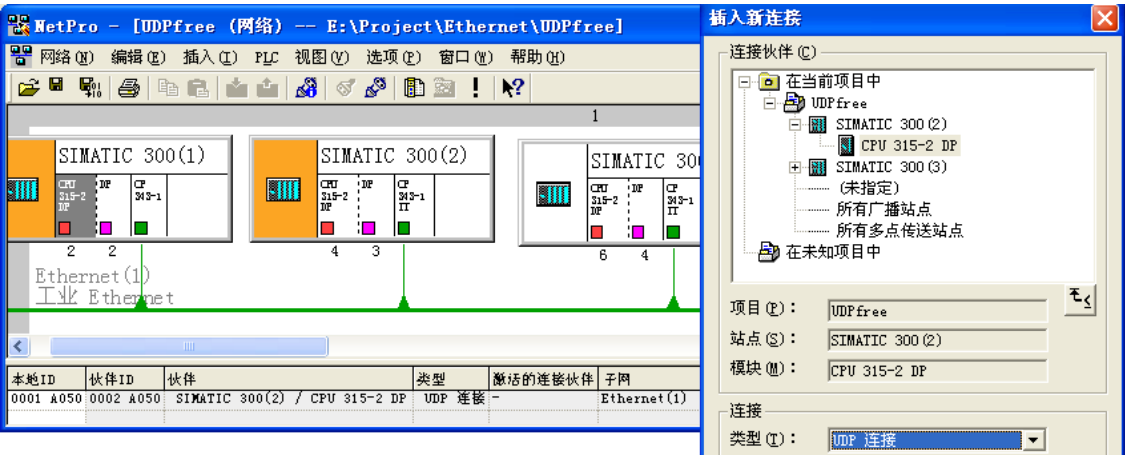
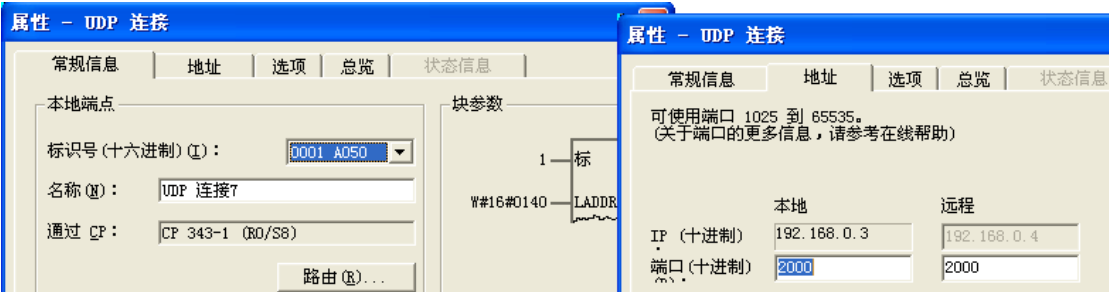
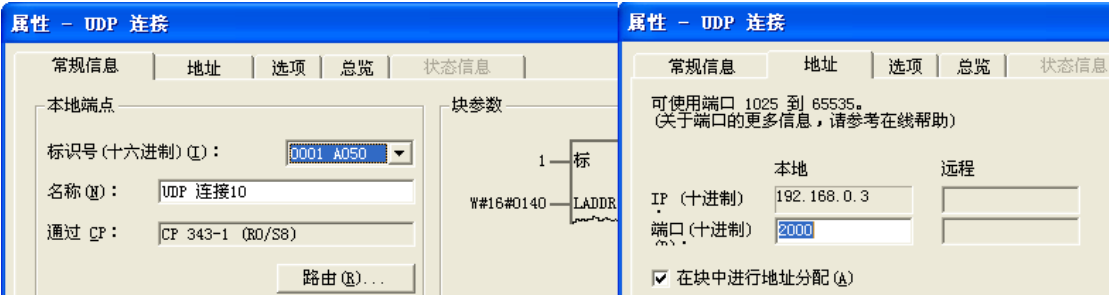

图 10-31 组态 UDP 连接
图 10-32 UDP 连接属性对话框
图 10-33 UDP 连接属性对话框
点击工具栏上的  按钮，打开 NetPro 窗口，看到连接到以太网上的 3 个站(见图 10-31)。选中站点“SIMATIC 300 (1)”的 CPU 所在的小方框，在下面的窗口出现连接表，双击连接表第一行的空白处，建立一个新连接。在弹出的“插入新连接”对话框中，将“连接伙伴”设为站点“SIMATIC 300 (2)”，连接类型为“UDP 连接”。点击“确定”按钮，出现 UDP 连接属性对话框(见图 10-32)。
点击工具栏上的按钮，打开 NetPro 窗口。选中“SIMATIC 300 (1)”站点的 CPU 所在的小方框，在下面的窗口出现连接表。双击连接表第一行的空白处，建立一个新连接。在出现的“插入新连接”对话框中，将“连接伙伴”设为“(未指定)”（见图 10-31），连接类型为“UDP 连接”。点击“确定”按钮，出现 UDP 连接属性对话框（见图 10-33）。